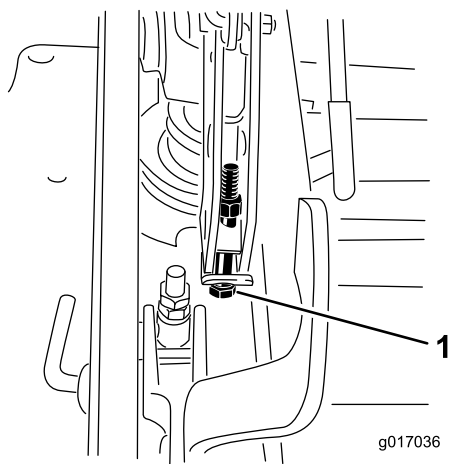

Figura 95
12. Si la carcasa está demasiado baja, apriete el perno del ajuste de un solo punto girándolo en sentido horario. Si la carcasa está demasiado alta, afloje el perno del ajuste de un solo punto girándolo en sentido antihorario (Figura 95).